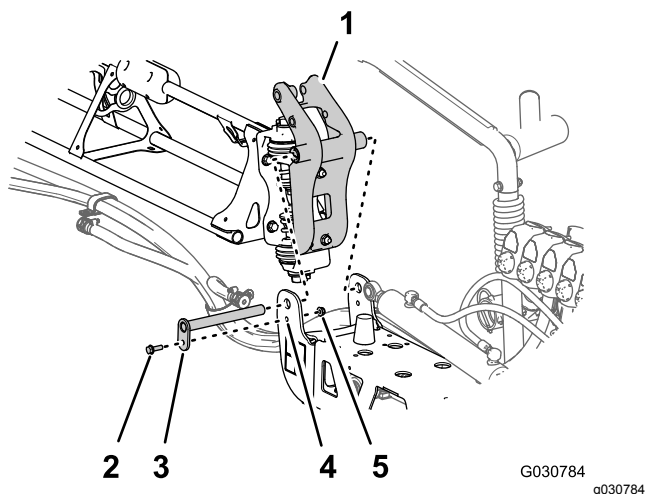

Figura 135
3. Alinee los casquillos del acoplamiento de giro con los orificios de las pestañas del soporte de giro situado en el extremo de la sección de brazo central (Figura 135).